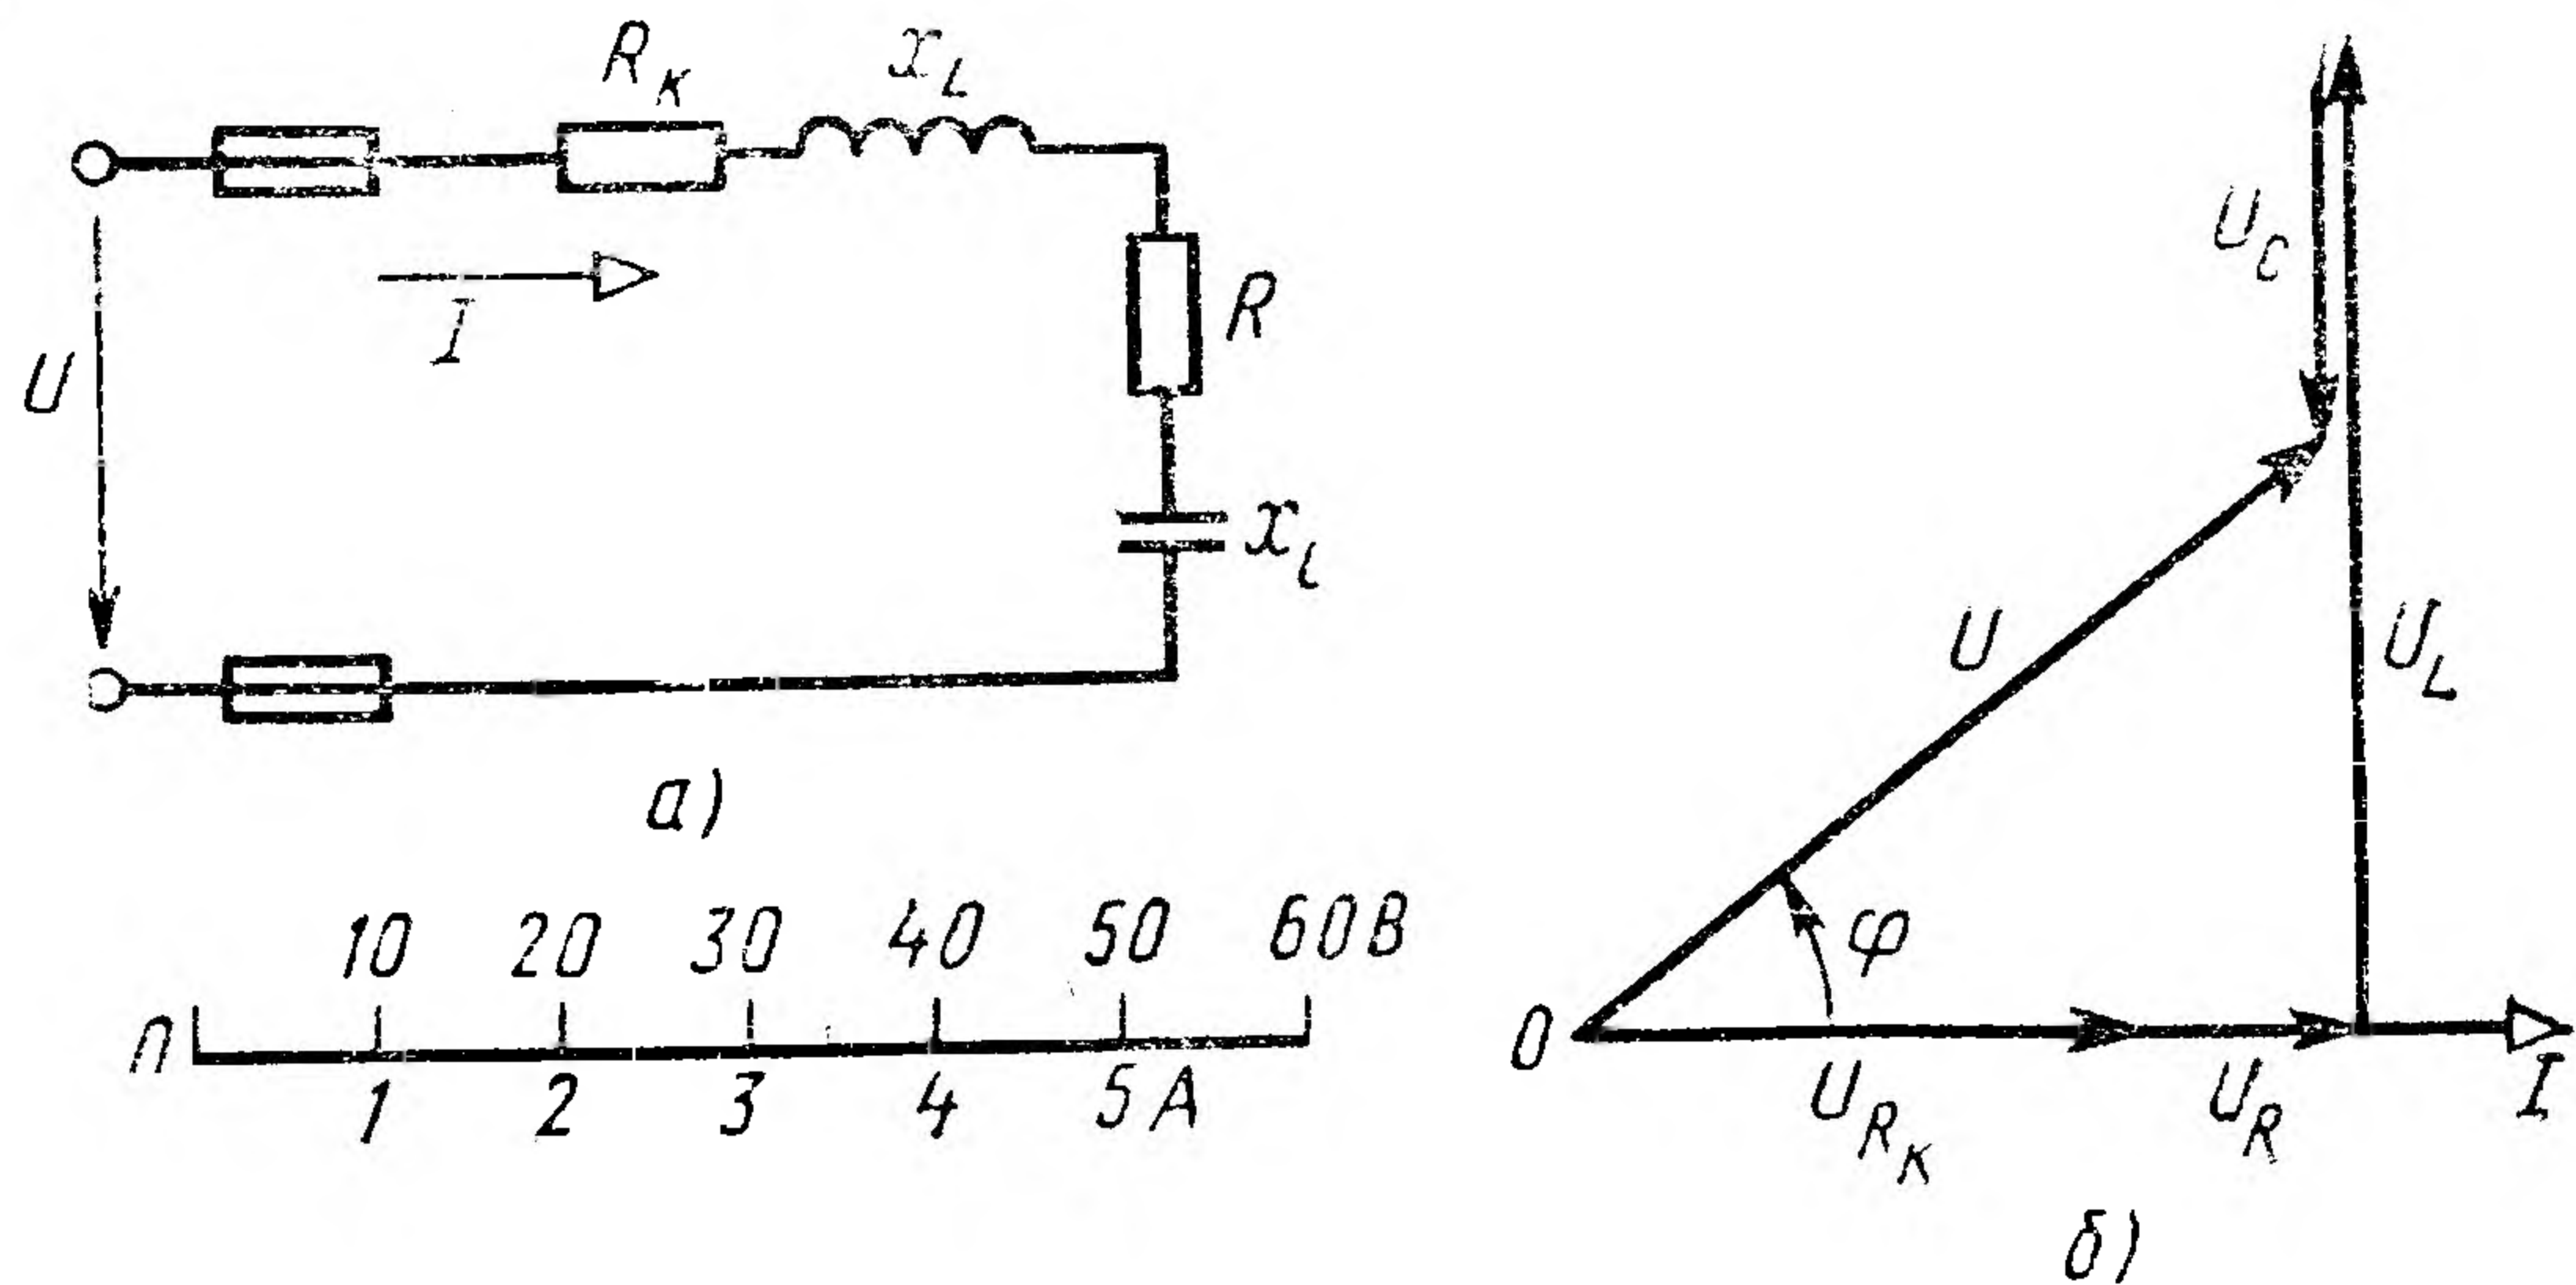

Рис. 2
**Пример 2.** Активное сопротивление катушки  $R_K = 6 \text{ Ом}$ , индуктивное  $x_L = 10 \text{ Ом}$ . Последовательно с катушкой включено активное сопротивление  $R = 2 \text{ Ом}$  и конденсатор сопротивлением  $x_C = 4 \text{ Ом}$  (рис. 2, а). К цепи приложено напряжение  $U = 50 \text{ В}$  (действующее значение). Определить: 1) полное сопротивление цепи; 2) ток; 3) коэффициент мощности; 4) активную, реактивную и полную мощности; 5) напряжения на каждом сопротивлении. Начертите в масштабе векторную диаграмму цепи.
Построение векторной диаграммы начинаем с выбора масштаба для тока и напряжения. Задаемся масштабом по току: в 1 см — 1,0 А и масштабом по напряжению: в 1 см — 10 В. Построение векторной диаграммы (рис. 2, б) начинаем с вектора тока, который откладываем по горизонтали в масштабе  $\frac{5 \text{ А}}{1 \text{ А/см}} = 5 \text{ см.}$